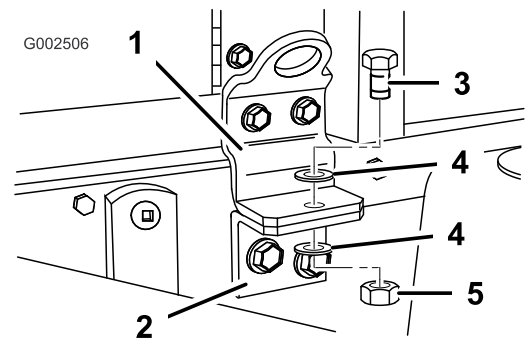

図 24
15. タンク台をフレームに固定する； ボルト ((1/2 x 1-1/2 インチ))、ワッシャ ((1/2 インチ)) 2枚、ロックナット ((1/2 インチ)) を使用して図 24 のように取り付ける。